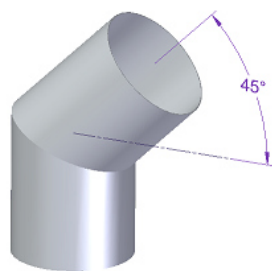

Figura 20 - Inclinação correta para as curvas
- * Nas condições nominais de operação, a tiragem dos gases de combustão deve originar uma depressão de 12 Pa um metro acima do gargalo da chaminé. Para conseguir uma boa instalação deverão ser aplicados, verticalmente, pelo menos 2 metros de tubo metálico de chaminé com o mesmo diâmetro da saída de fumos da salamandra. No seguimento desse troço é admissível a utilização de elementos de tubagem com a inclinação máxima de 45°. A Figura 20 e 20 mostram a inclinação correta e incorreta no caso de necessitar instalar uma curva, respetivamente.